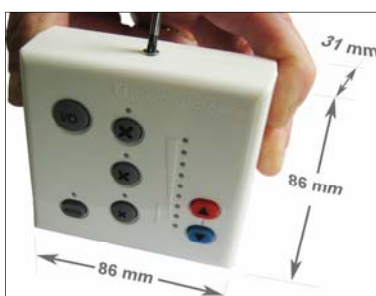
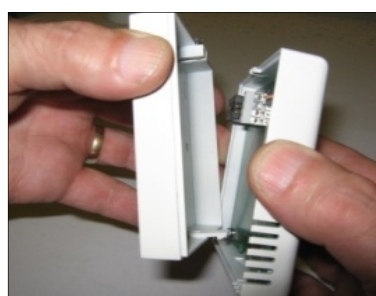

Fig. 1
Fig. 2
Étape 1 À l'aide d'un tournevis, dévisser la vis située en haut du boîtier de commande et retirer le boîtier arrière (voir Fig. 1 et Fig. 2).